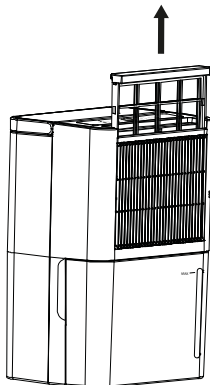

Abb. 6
- ◆ Schakel het apparaat uit en trek de stekker ⑫ uit het stopcontact.
- ◆ Het luchtfilter ③ bevindt zich achter het luchtinlaatrooster ②. Pak met de vingers het greepvlak van het luchtfilter ③ vast en trek het luchtfilter omhoog uit het apparaat (zie afb. 6).